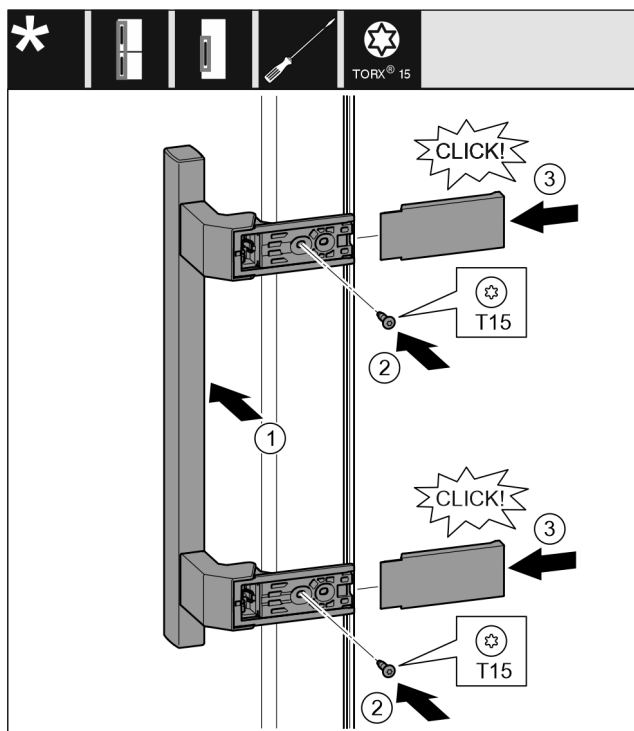

Fig. 22
- ▶ Aplicați mânerul pe partea opusă. Fig. 22 (1)
- ▶ Înșurubați ferm șuruburile cu șurubelnița T15. Fig. 22 (2)
- ▶ Aplicați și împingeți capacele laterale. Fig. 22 (3)